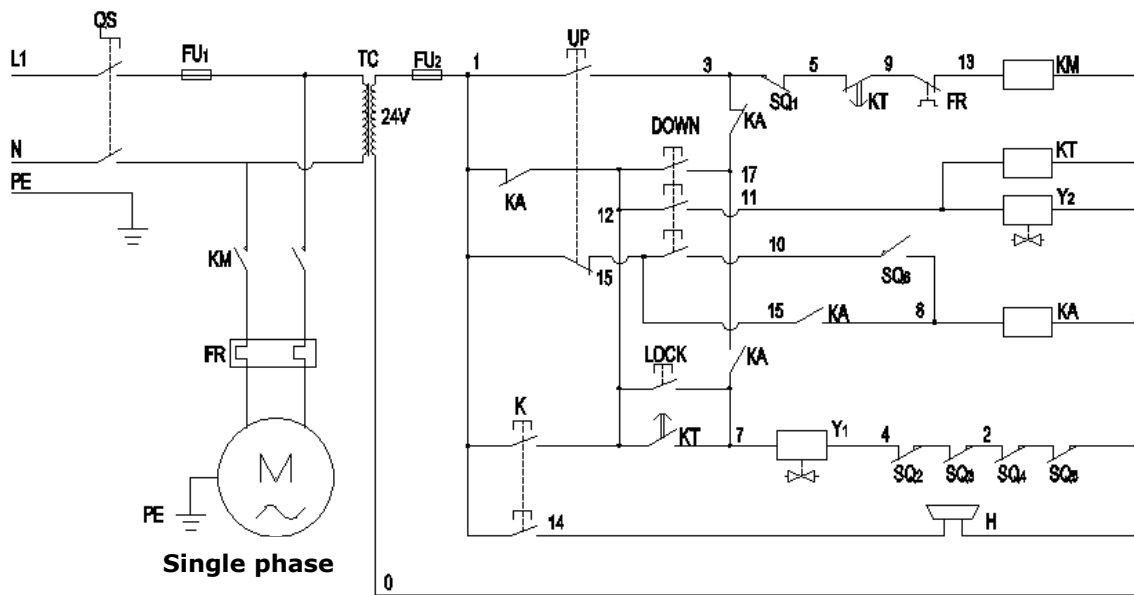

Fig. 40
7.3 Circuit diagram (See Fig. 40)